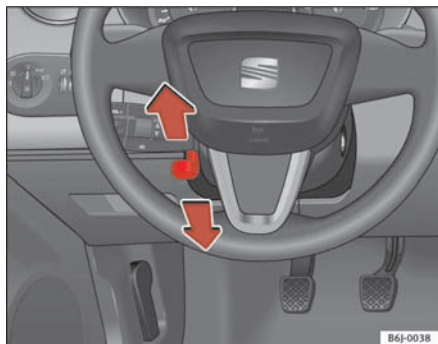

Fig. 90 Indstilling af rathøjde
- Træk armen $\Rightarrow$ fig. 90 under ratstammen nedad $\Rightarrow$ ⚠.
- Indstil rattet, så du får den ønskede indstilling $\Rightarrow$ fig. 90.
- Indstil førersædet eller rattet, så afstanden mellem rattet og din brystkasse er mindst 25 cm $\Rightarrow$ fig. 90. Hvis du ikke overholder minimumsafstanden, kan airbagsystemet ikke beskytte, som det skal livsfare.